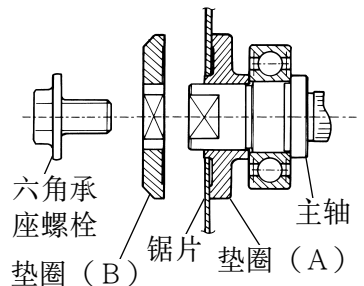

图 14
- (1) 将主轴、螺栓以及垫圈周围聚集的切屑完全清除干净。
- (2) 如图 14 所示，带凸起中心的垫圈（A）侧，其直径和锯片的内径相同，而垫圈（B）的凹入侧必须和锯片侧一致。